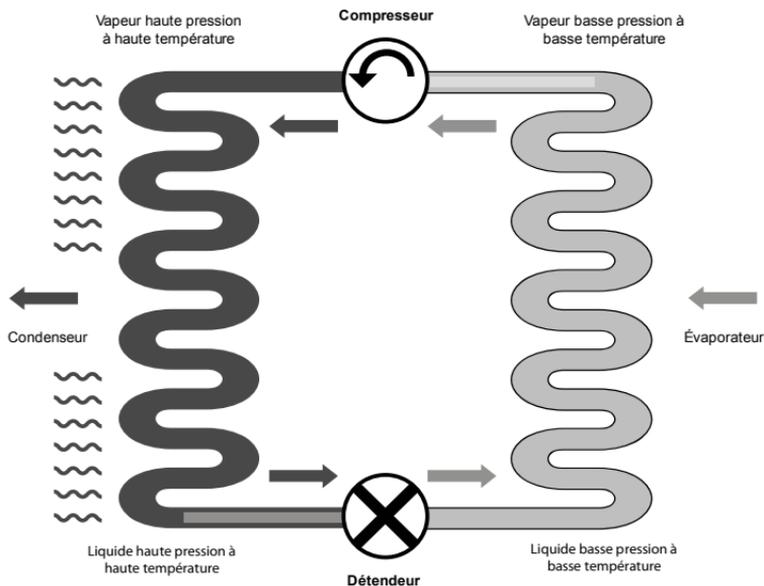

Figure 1 : Schéma du cycle d'une pompe à chaleur
- La figure 1 présente le schéma de principe du cycle de base d'une pompe à chaleur simple.